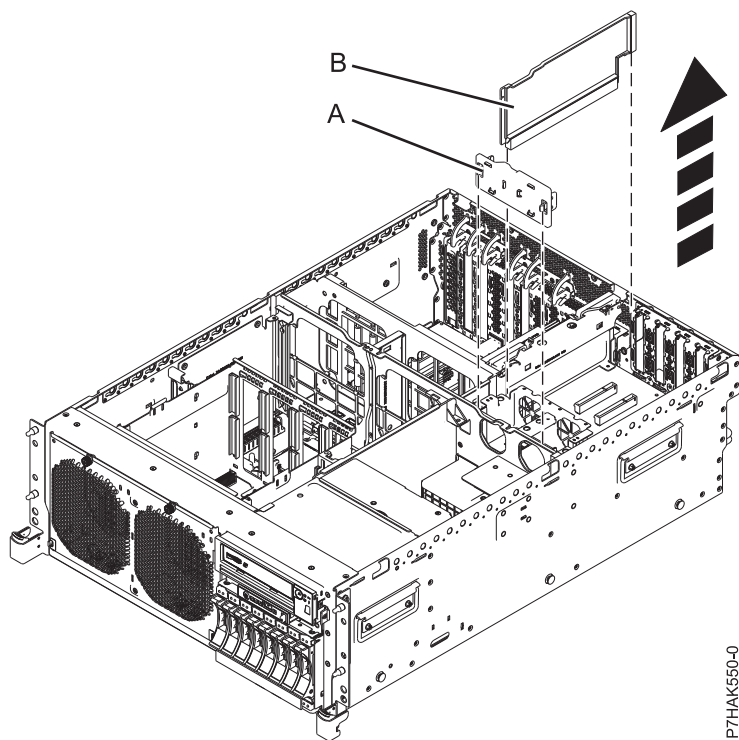

図 38. ラック・マウント・システム装置での拡張ライザー・エア・バッフルの取り外し
10. 拡張ライザー・ベイと固定された PCI アダプターを分離している黒いプラスチックのエア・バッフル (B) を掴んで取り外します。 50 ページの図 38を参照してください。
12. PCI 拡張ファンからの空気が流れないようにしている黒いプラスチックのエア・バッフル (A) を掴んで取り外します。